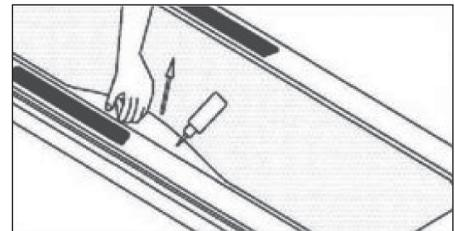

Fig. 1
2.1. Centraggio del piano di corsa (Fig. 1):